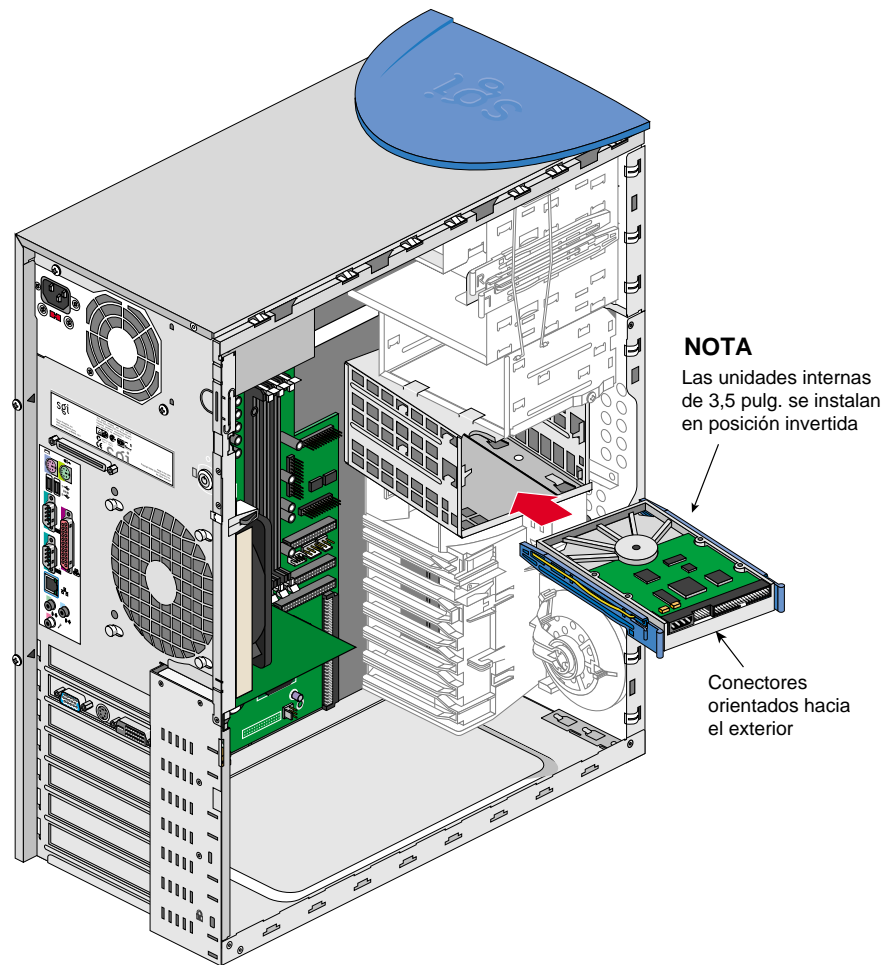

Figura 2-9 Montaje de unidades en el compartimento interno
- Para montar una unidad de 3,5 pulgadas en el compartimento interno, colóquela en posición invertida en el módulo seleccionado y deslízela hacia el interior de éste hasta que los rieles encajen en su lugar. En la Figura 2-9 se muestra la instalación correcta de la unidad.